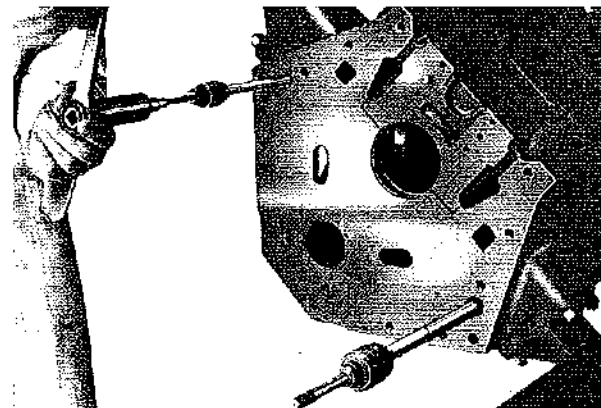

Fig. 50
- Perdite in prossimità dei supporti di banco possono essere eliminate usando opportuni allargatori (Fig. 50).
- Montare il nuovo tubo e fermarlo sul basamento usando gli allargatori (Fig. 50) sopra citati. Iniziare l'operazione del supporto centrale e proseguire su quelli vicini sino all'esterno.